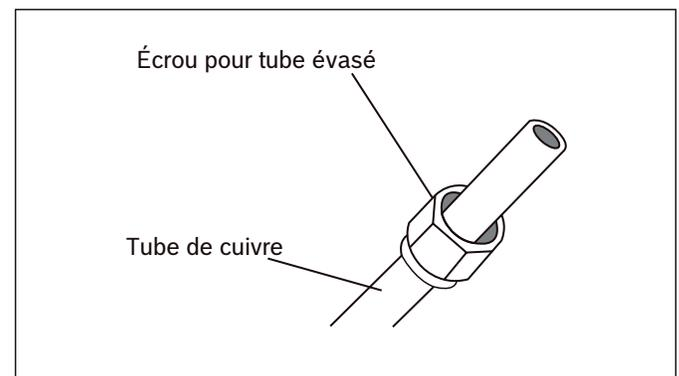

Figure 14
3. Placez les écrous pour tube évasé aux deux extrémités du tube. Assurez-vous qu'ils sont dans la bonne position, car il est impossible de les utiliser ou de changer leur position après l'évasement. Voir la figure 14.